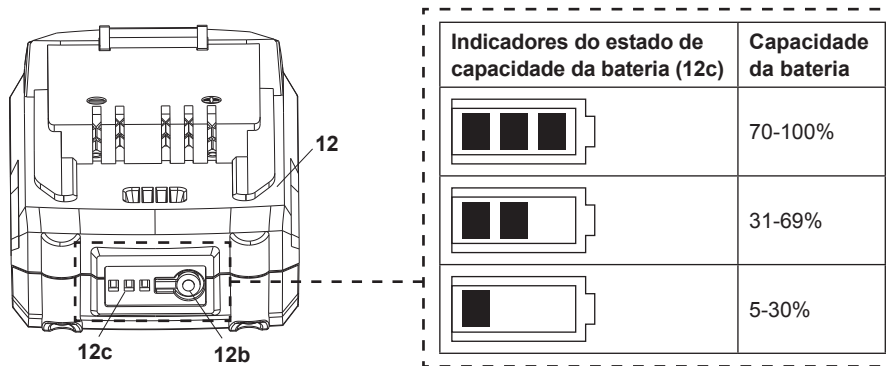

Fig. 5
A bateria (12) está equipada com os indicadores da capacidade da bateria (12c) que são utilizados para indicar a capacidade restante da bateria. Prima o botão da capacidade da bateria (12b) para verificar a capacidade (Fig. 5).